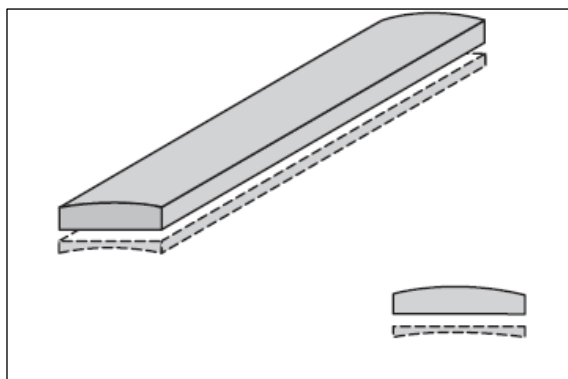

Рисунок 43.
- Если заготовка искривлена, расположите ее как на рис. 43.